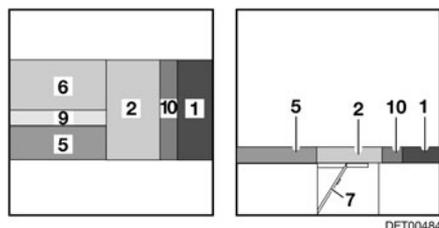

Fig. 124 Después de la transformación
- Tirar del cojín del asiento (Fig. 124,2) del banco longitudinal hacia el centro.
- Colocar el cojín del respaldo (Fig. 124,1) del banco longitudinal entre el cojín del asiento y la pared.
- Tirar el cojín del asiento (Fig. 124,6) hacia adelante sobre la mesa.
- Llevar el cojín del respaldo (Fig. 124,5) a la posición horizontal y tirarlo hacia el centro.
- Colocar el cojín adicional (Fig. 124,9) entre el cojín del respaldo (Fig. 124,5) y el cojín del asiento (Fig. 124,6).
- Colocar el cojín adicional (Fig. 124,10) entre el cojín del respaldo (Fig. 124,1) y el cojín del asiento (Fig. 124,2).